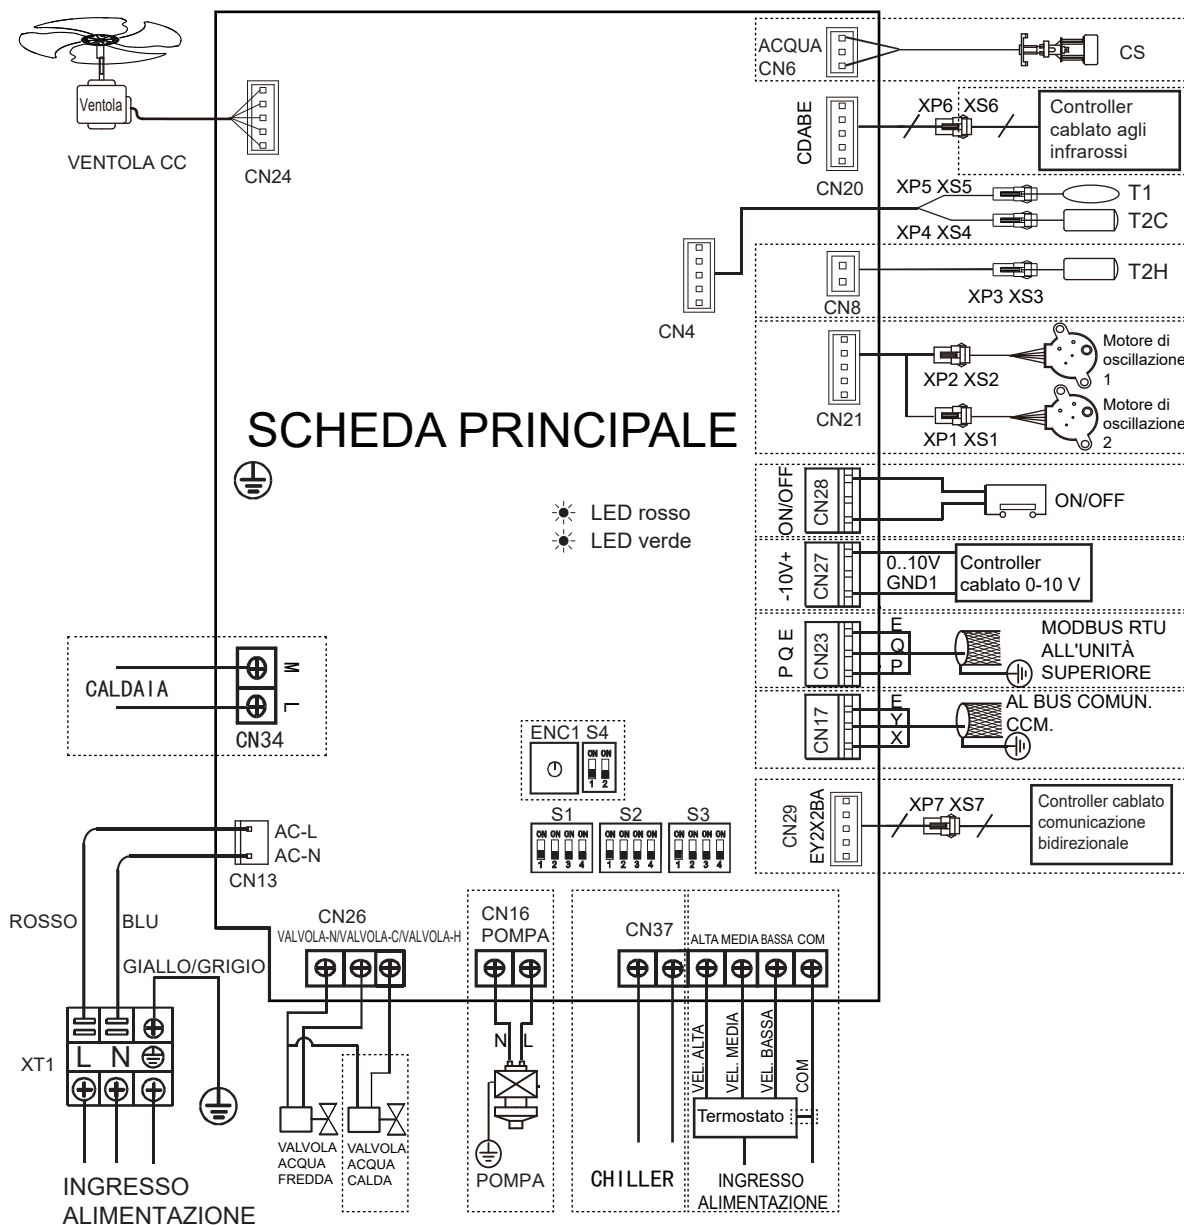
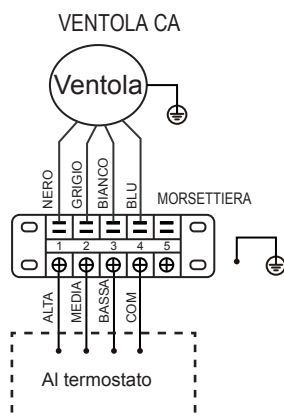

Figura 5-20 Diagramma di cablaggio (unità con motore inverter I-VM; I-VN)
Figura 5-22 Diagramma di cablaggio (unità con motore a 3 velocità 3V-VM; 3V-VN)
- Eseguire i collegamenti elettrici rispettando il cablaggio indicato sulla placca del nome (Figura 5-20 o Figura 5-22) dell'unità.